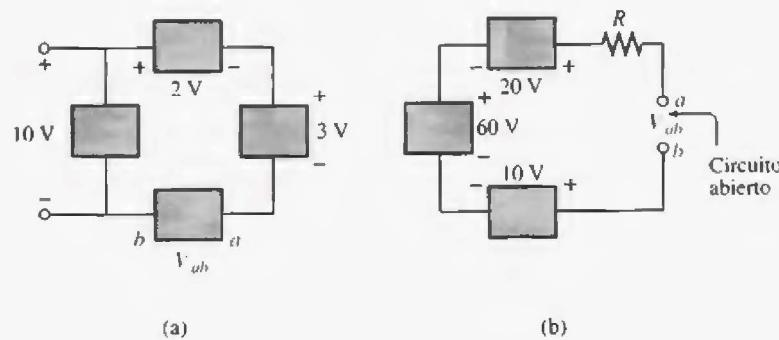

FIGURA 5.77
7. Encuentre V_{ab} con polaridad para los circuitos de la figura 5.77. Cada cuadro puede contener una carga o una fuente de voltaje, o una combinación de ambas.